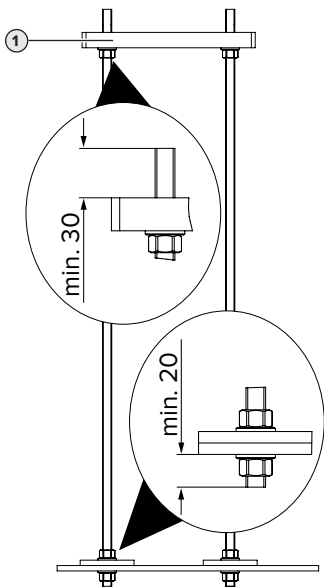

Fig. 3: Position des rondelles plates et des écrous [mm]
- Bloquer les aciers plats respectivement à l'aide d'un écrou et d'une rondelle plate en respectant la Fig. 3. Veiller à un alignement horizontal du kit de fixation sur fondations.
- Monter la dalle de fondation ou la plaque adaptatrice (1) (disponibles comme accessoire) en respectant la Fig. 3 sur le kit de fixation sur fondations.